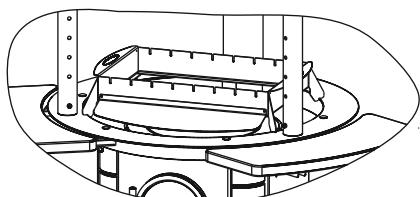

Рисунок 3
На чаше (5) размещены две деревянные столешницы (4). Чаша установлена на опоре, состоящей из топливника печи для казана (13), полки (8) и основания (14). В чашу (5) предусмотрена возможность установки мангала, входящего в комплект поставки (см. рисунок 3) или казана (в комплект поставки не входит).